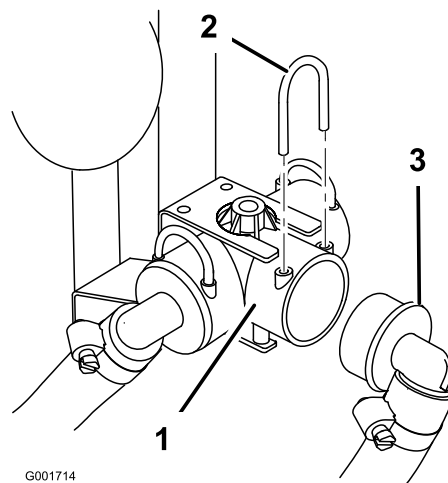

図 7
1. タンク右側のバルブ・アセンブリからリテーナ・フォークを外して、ブーム送液ホースを給液 T 字フィッティングから外す (図 7)。